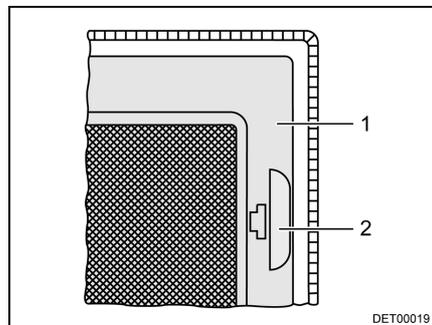

Fig. 19 Moustiquaire
- Tirer sur la poignée (Fig. 19,2).
- Rabattre la moustiquaire (Fig. 19,1) vers le bas.
- Faire basculer la moustiquaire (Fig. 19,1) vers le haut jusqu'à ce qu'elle s'enclenche.